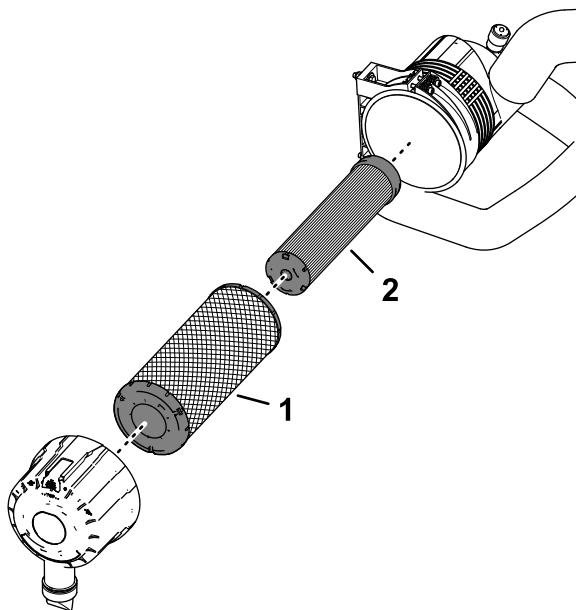

Figura 76
1. Compruebe el elemento del filtro de seguridad (Figura 76). Si está sucio, cámbielo.
**Importante:** No intente nunca limpiar el filtro de seguridad (Figura 76). Sustituya el filtro de seguridad por uno nuevo después de cada tres revisiones del filtro primario.